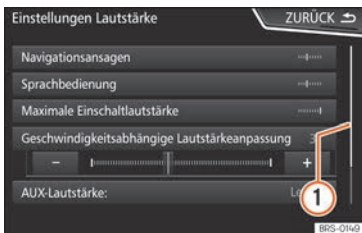

Abb. 177 Listeneinträge eines Einstellungsmenus.
Auf der rechten Seite befindet sich die Scrollleiste, deren Größe von der Anzahl der Listeneinträge abhängt » **Abb. 177** (1).